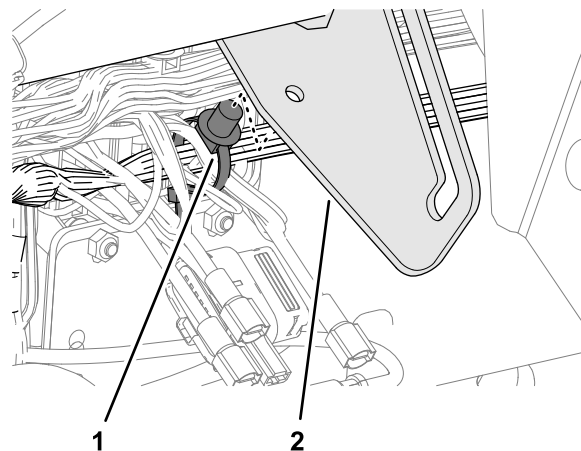

Figura 192
1. Retire la grapa que sujeta el arnés de cables de la máquina al soporte de la varilla de sujeción (Figura 192).